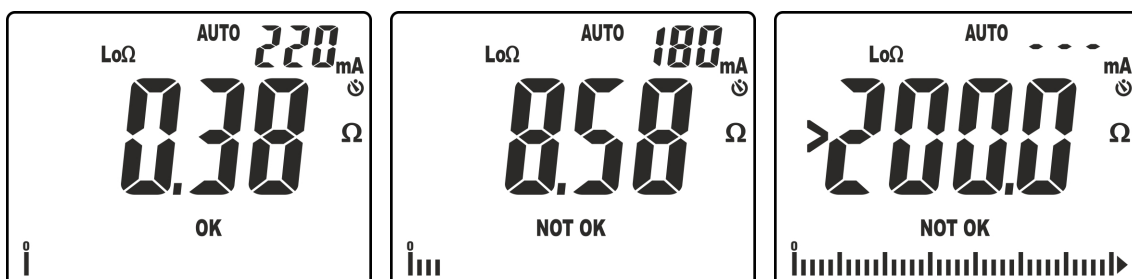

Fig. 28: Résultats de la mesure de continuité en mode AUTO
10. La page-écran Fig. 28, à gauche, indique un résultat positif du test « OK » (valeur inférieure au seuil configuré et courant d'essai >200mA). La page-écran Fig. 28, au centre, indique un résultat négatif du test « NOT OK » (valeur supérieure au seuil configuré et courant d'essai <200mA). La page-écran de Fig. 28, à droite, indique un résultat négatif « NOT OK » correspondant au hors échelle (symbole « >200.0 »)